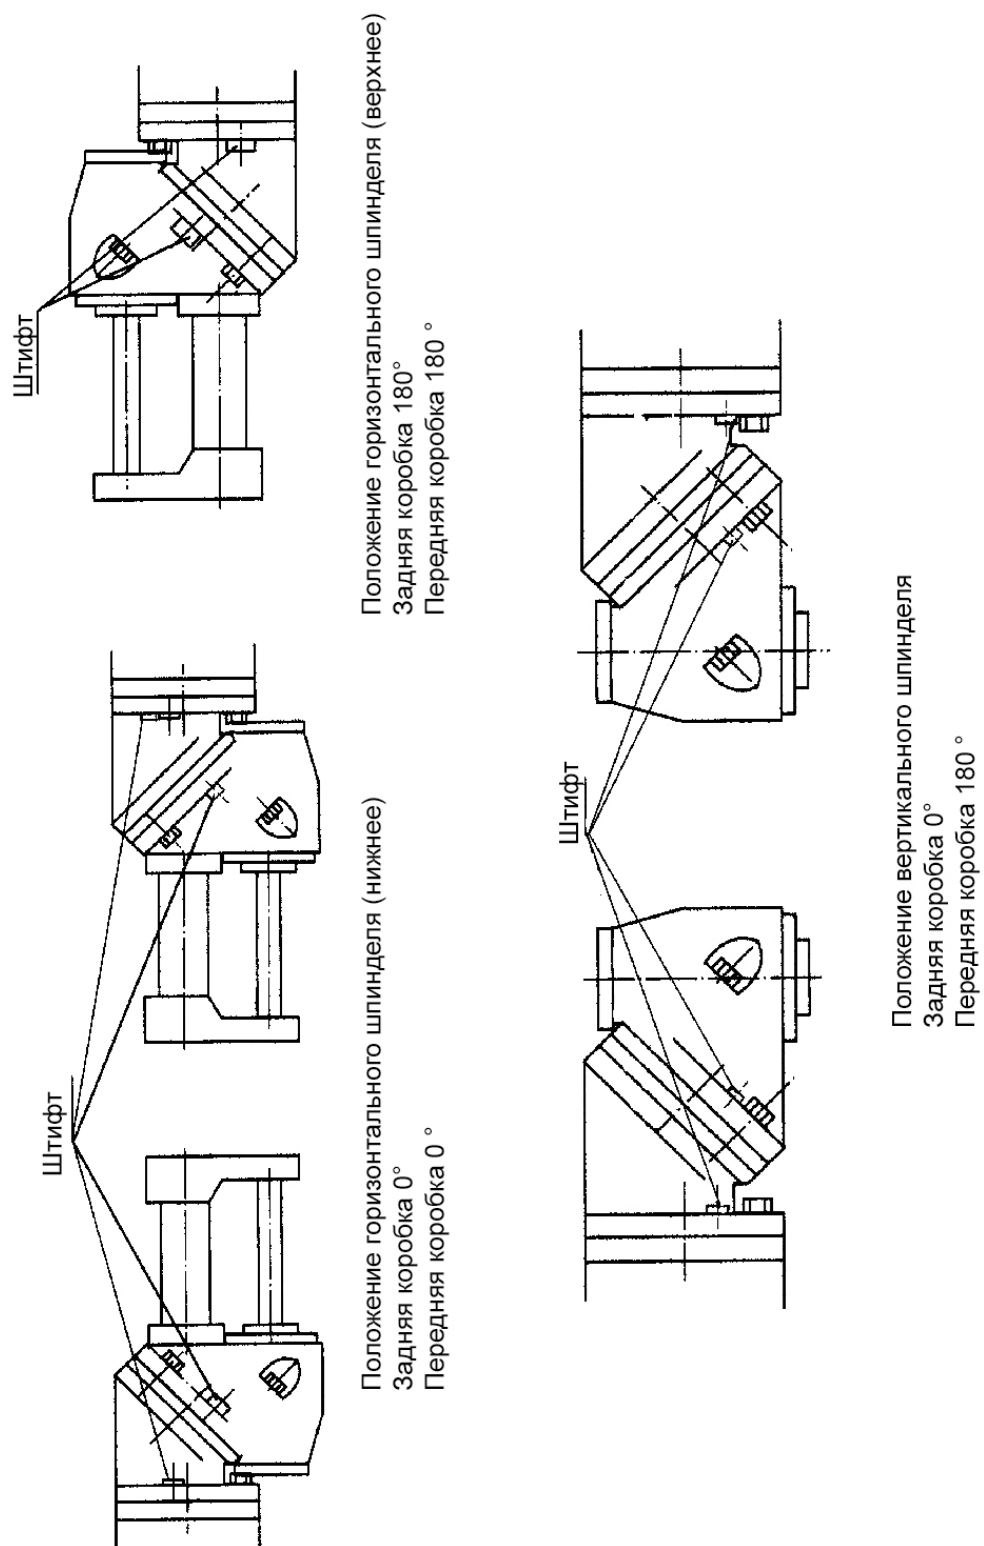

Рис. 11
13.2 Когда передняя и задняя коробки фрезерной головы находятся под углом 0° , шпиндель находится в горизонтальном положении. (Рис. 11)